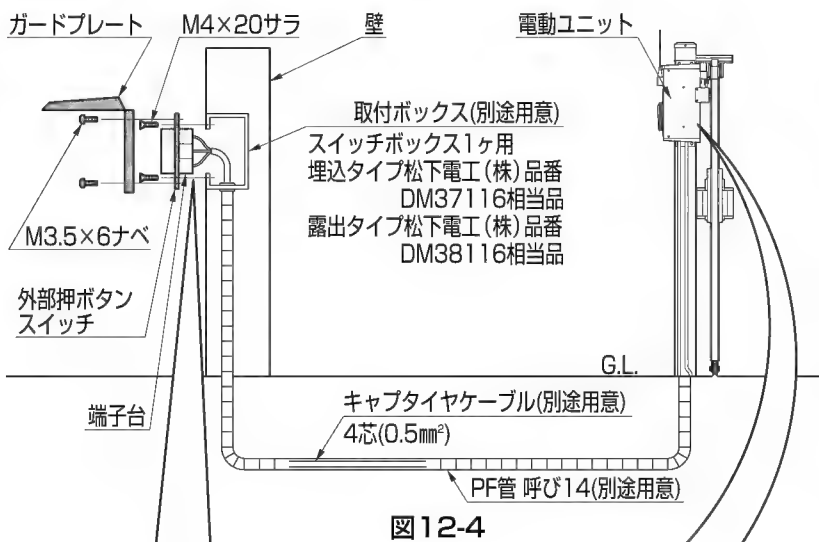

図12-4
- 外部押しボタンスイッチ用配線（図12-4参照）がカバーにおさまらない場合は、ケーブルクリップ（別途用意）などを使用してケーブルをガイド柱へ固定してください。